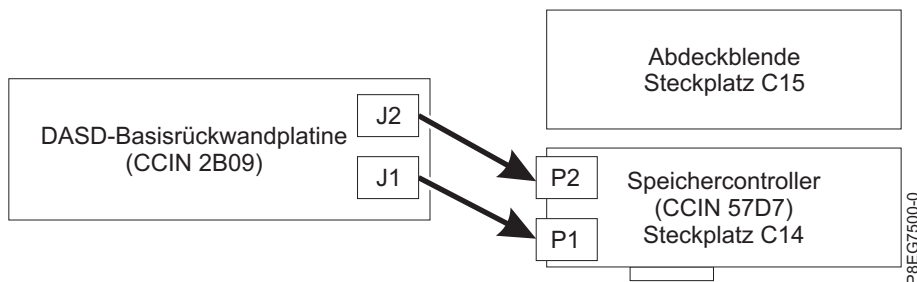

Abbildung 6. SAS-Kabel in einer Basispeicherkonfiguration wieder anschließen
- Wenn Sie über einen internen PCIe3-x8-SAS-RAID-Adapter (CCIN 57D7) In Steckplatz P1-C14 (Basispeicherfunktion) verbindet ein SAS-Kabel den Anschluss der Rückwandplatine des unteren Plattenlaufwerks (J1) mit dem Anschluss P1 am Adapter. Das zweite SAS-Kabel verbindet den Anschluss an der Rückwandplatine des oberen Plattenlaufwerks (J2) mit dem Anschluss P2 an demselben Adapter. Siehe Abb. 6.